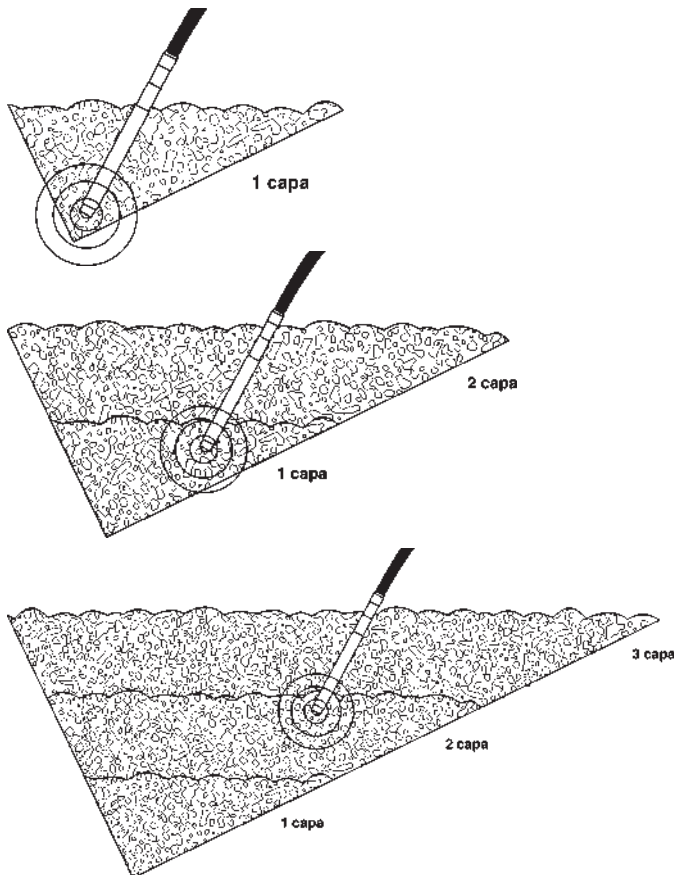

FIGURA 22
■ Cuando los fondos de las cimbras están inclinados llenar primeramente con concreto hasta lograr una superficie horizontal y empezar a vibrar en la parte más profunda de la cimbra. Figura 22.